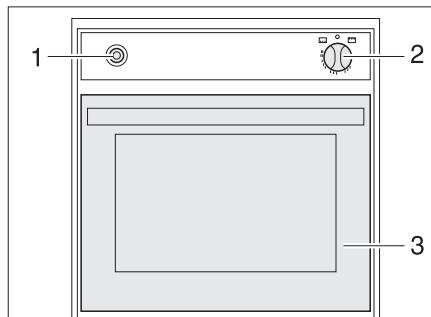

Fig. 343 Forno a gas (Spinflo)
- Aprire completamente lo sportello del forno (Fig. 343,3).
- Premere leggermente il pomello girevole (Fig. 343,2) e metterlo su "FO" (forno) o "GRILL" (grill).
- Premere il pomello girevole (Fig. 343,2) e tenerlo premuto per 5-10 secondi. Il gas fluisce verso il bruciatore.
- Premere l'interruttore di accensione (Fig. 343,1) finché la fiamma non brucia.
- Ruotare il pomello girevole (Fig. 343,2) su "O". La fiamma si spegne.